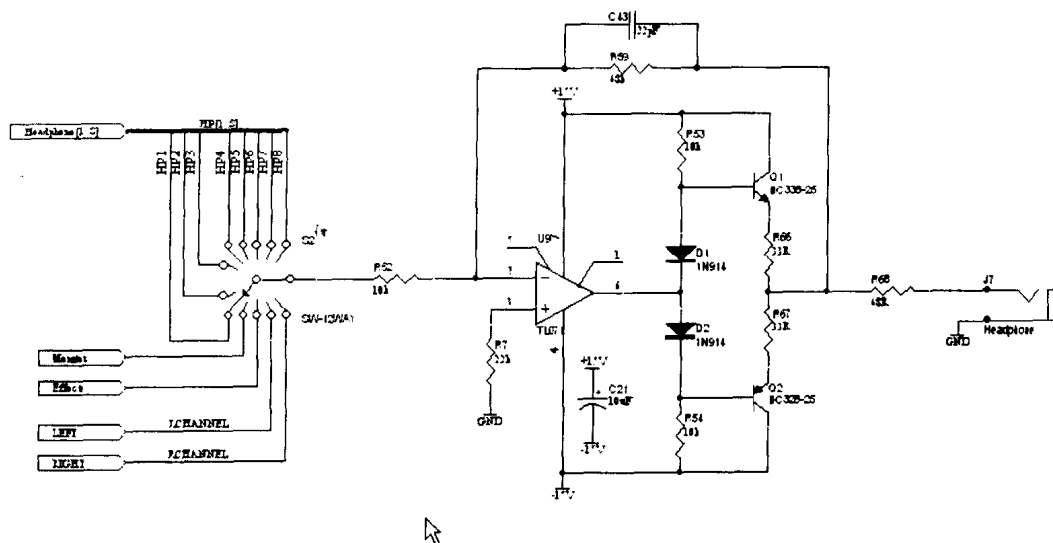

图 1.1 SCH 图
1) 原理图设计系统 (schematics): 它主要用于电路原理图的设计,为印刷电路板的制作进行前期的准备工作。图 1.1 就是一张用 Protel 绘制的原理图 (SCH 图)。它主要表现了电路的原理连接,相对比较直观。